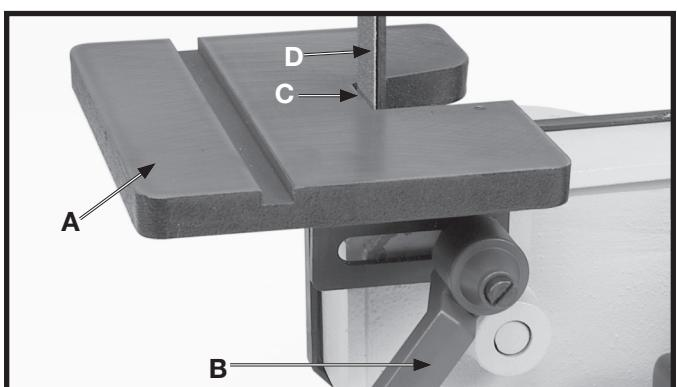

Fig. 25
La mesa de la lijadora de correa (A) Fig. 25 puede ser inclinada o movida hacia adentro o afuera mediante el aflojado de la agarradera de cierre (B), moviendo la mesa a la posición deseada, y apretando nuevamente la agarradera de cierre (B). **AVISO:** La agarradera de cierre (B) está accionada por resorte y puede ser colocada en distintas maneras tomando la agarradera y colocándola sobre el gorrón de cierre dentado localizado debajo de la agarradera.
**ADVERTENCIA** Para evitar atrapar el material o los dedos entre la mesa y la correa de Lijado, el borde de la mesa (C) Fig. 25 debe colocarse a un maximo de 1/16 de pulgada de la correa de lijado (D), como se ilustra aqui.